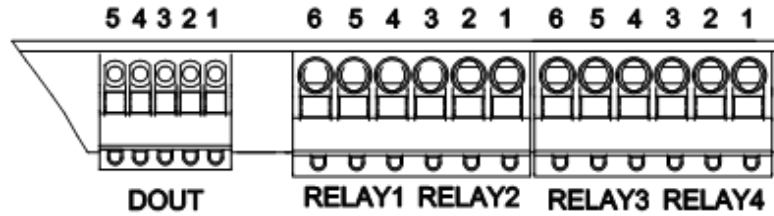

Рисунок 9 -Контакты разъемов **DOUT**, **RELAY1** – **RELAY4**
- подключение одного модуля УВВ непосредственно к контроллеру (рисунок 9);